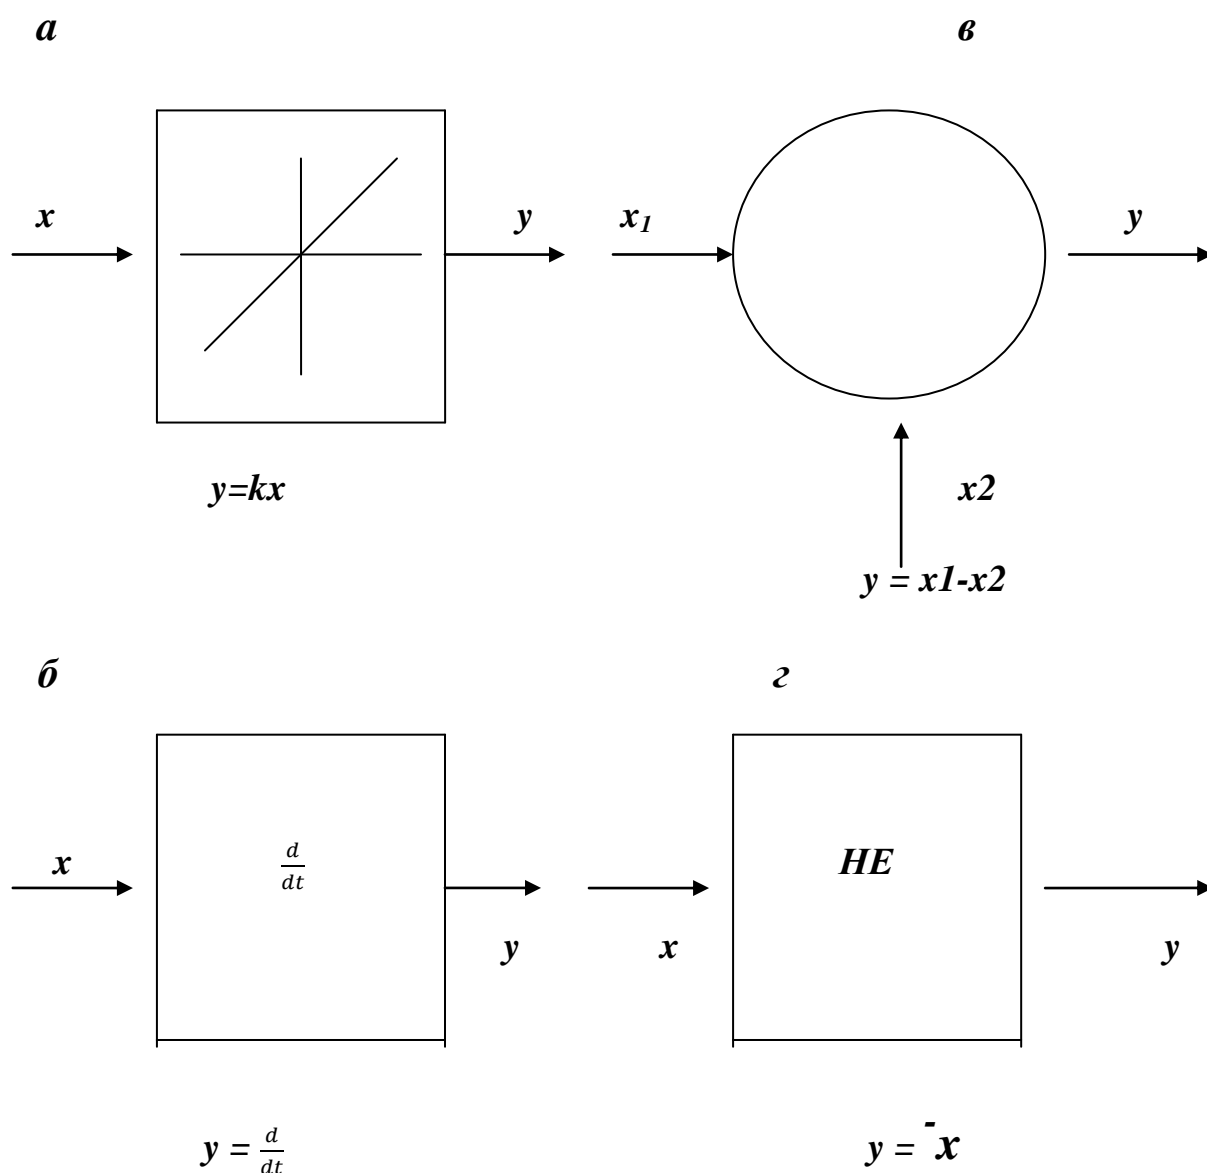

Рис. 1.4 Умовні зображення елементарних алгоритмічних ланок:
- статичну; динамічну; арифметичну; логічну (рис. 1.4).
Статична ланка перетворює вхідний сигнал X у вихідний Y миттєво (без інерції). Це безінерційний перетворювач. Зв'язок між вхідним і вихідним сигналами статистичної ланки описується алгебричною функцією $Y=kx$. Приклад – резистивний подільник напруги. (рис. 1.4 а).
Динамічна ланка перетворює вхідний сигнал X у вихідний Y відповідно до операцій інтегрування і диференціювання в часі. Зв'язок між вхідним і вихідним сигналами описується звичайними диференціальними рівняннями. Приклад – інтегратор на основі електричного конденсатора (рис.1.4б)
В автоматичі арифметична ланка називається **суматором**, виконує алгебричне додавання сигналів (рис. 1.4в).
Використовується в інформатиці (рис. 1.4 г)